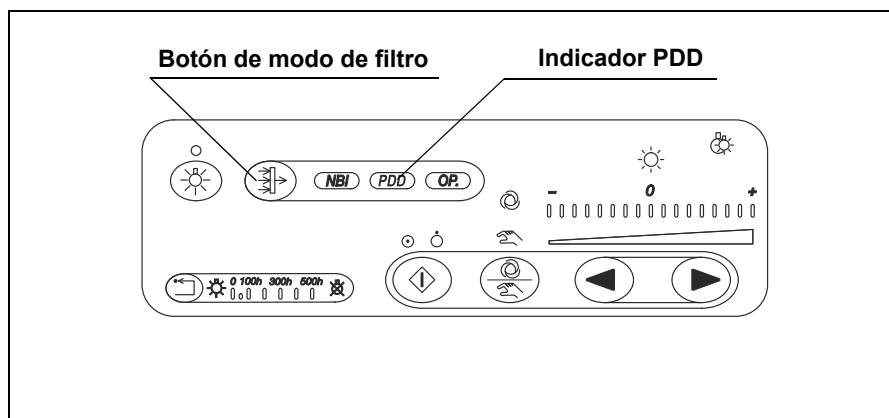

Figura 3.13
1. Compruebe que el botón de modo de filtro está iluminado y que el indicador "PDD" se ilumina en color verde (véase la figura 3.13).